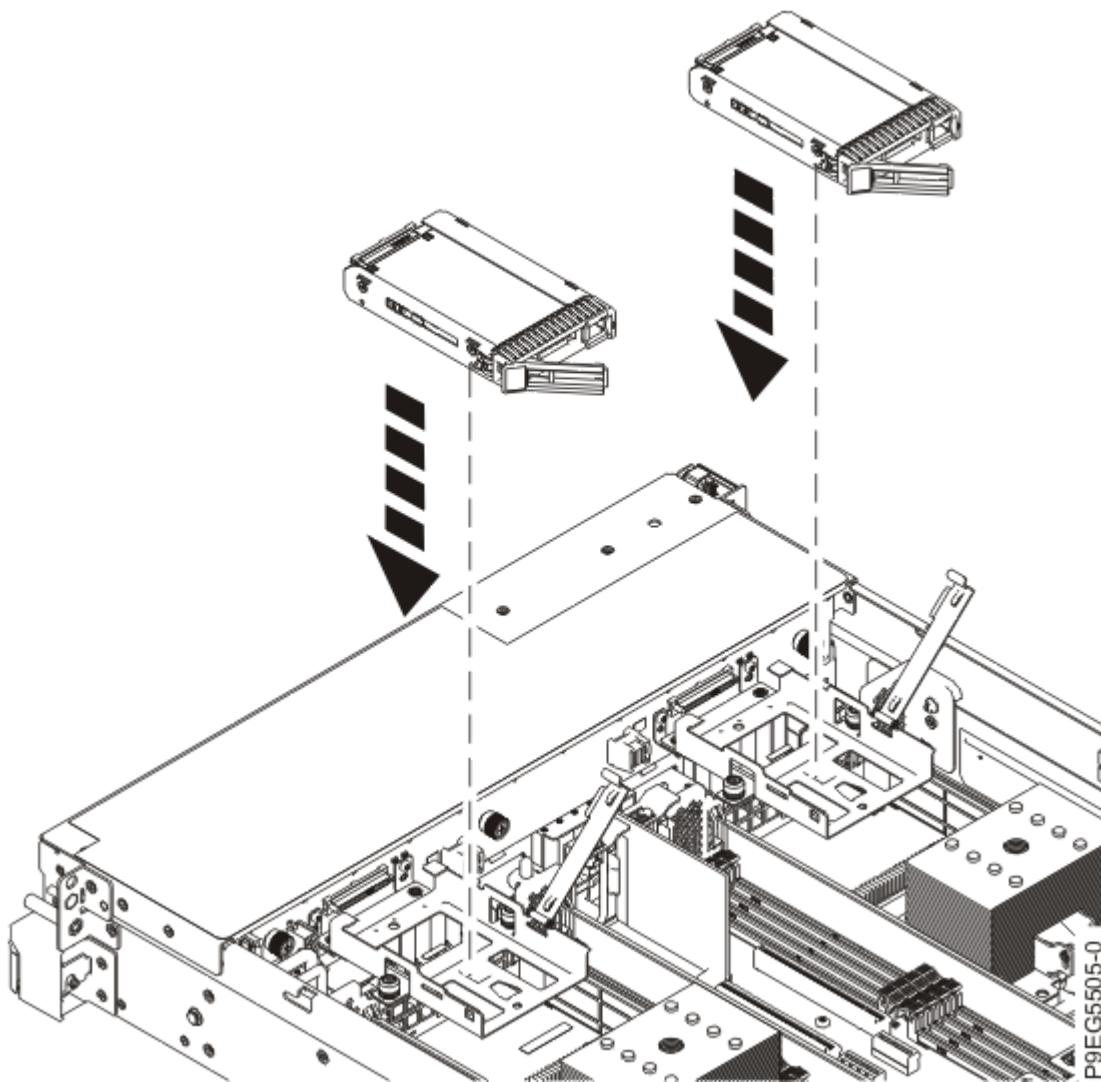

図 22. ドライブを下げてドライブ・トレイを入れる
- b) ドライブを下げる、ドライブ・トレイに入れます (24 ページの図 22 を参照)。